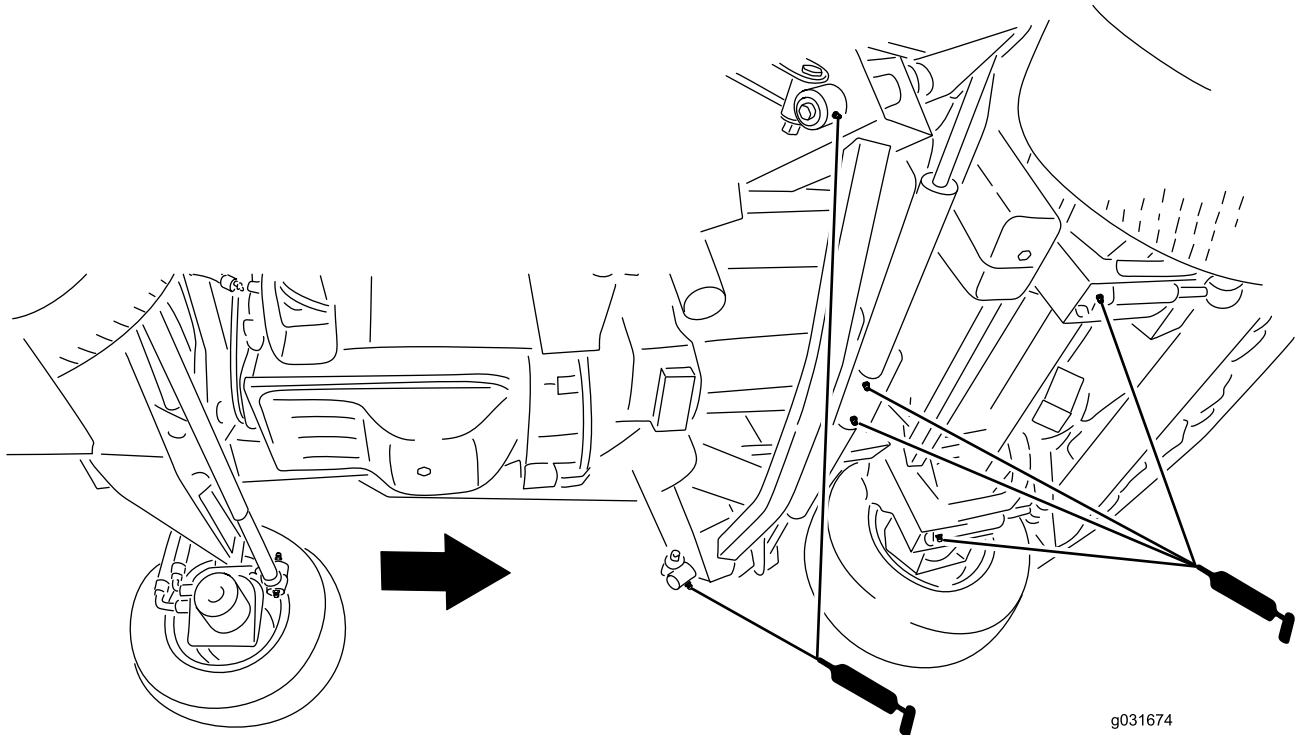

Figura 80
- 2 brazos de impacto (Figura 80)
- 2 pivotes de cilindros de elevación de carcasa delantera (Figura 80)
- 2 pivotes de cilindros de elevación de carcasa lateral (Figura 80)